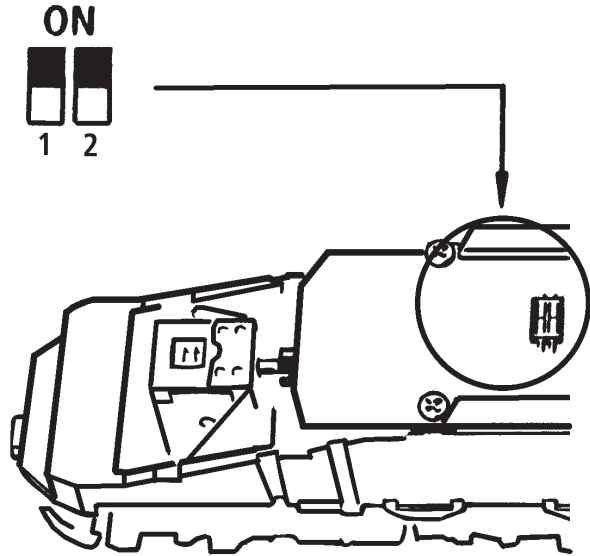

Fig. 7
**3. Haftreifenwechsel:** Zuerst den Getriebedeckel abnehmen (Fig. 7). Danach den **Radsatz** herausnehmen und die **Haftreifen** mit einer Nadel od. mit einem feinen Schraubendreher abziehen (Fig. 9). Beim Aufziehen der neuen Haftreifen darauf achten, dass diese sich nicht verdrehen.
**3. Change of traction tyre:** Remove the gear cover (fig. 7). Take out **wheel set** and remove **traction tyre** using a pin or a fine screwdriver (fig. 9). When pressing on the new traction tyre please **avoid twisting it**.
1. siehe } Fig.7